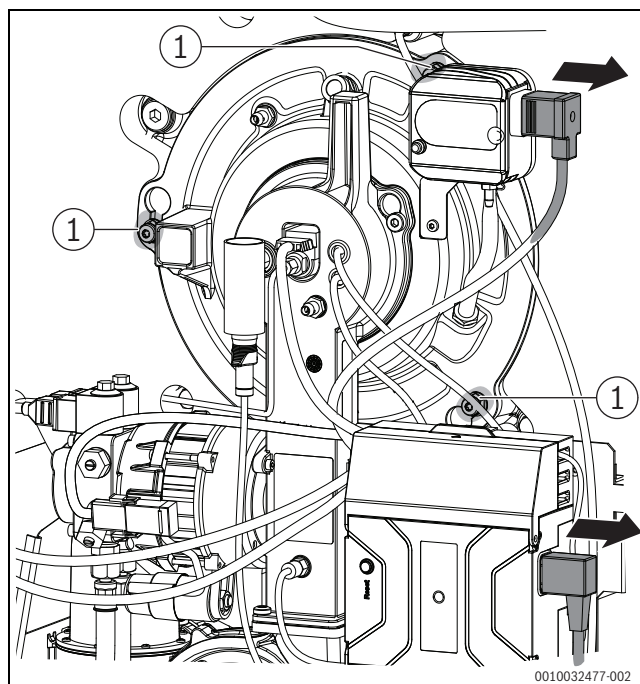

Bild 68 Muttern am Brenner
- 3 Muttern an der Bajonettbefestigung (→Bild 68) am Brennerflansch lösen.